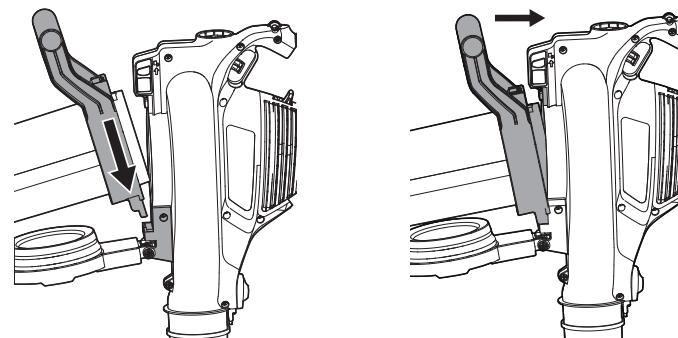

Fig. 4
- Lorsque le tube d'aspiration est assemblé et correctement aligné dans l'ouverture de la porte, verrouillez-le. Assurez-vous que la languette d'alignement du tube d'aspiration est fermement « logée » avant de verrouiller le verrou. (Fig. 4)